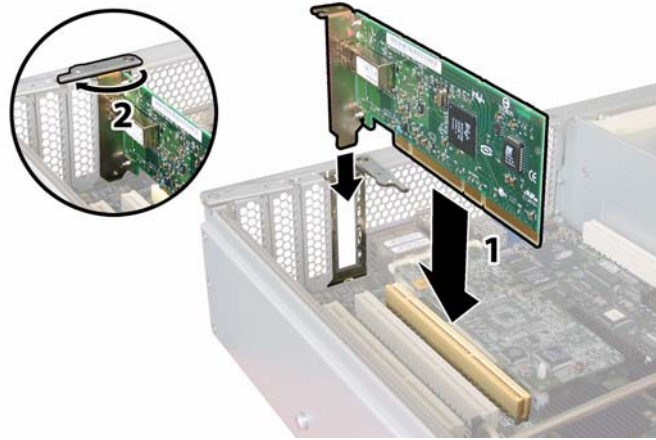

ABBILDUNG 4-56 Einbauen einer PCI-Karte
- b. Setzen Sie die PCI-Karte in den PCI-Kartensteckplatz ein. Stellen Sie sicher, dass die hintere Anschlussleiste der PCI-Karte in die Aufnahme in der hinteren Gehäusewand einrastet. Siehe **ABBILDUNG 4-56**.
- c. Schließen Sie die PCI-Kartenverriegelung an der hinteren Anschlussleiste der PCI-Karte, bis sie einrastet. Siehe ABBILDUNG 4-56.